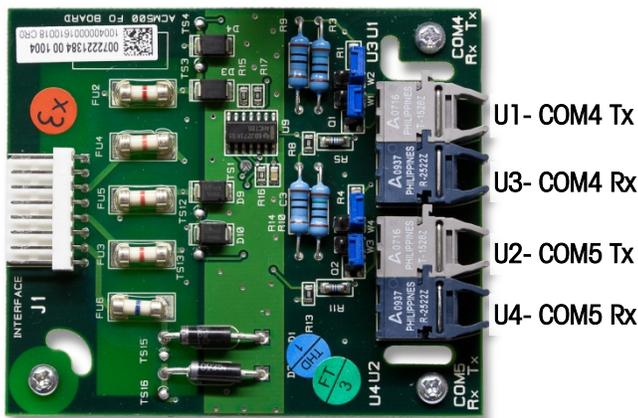
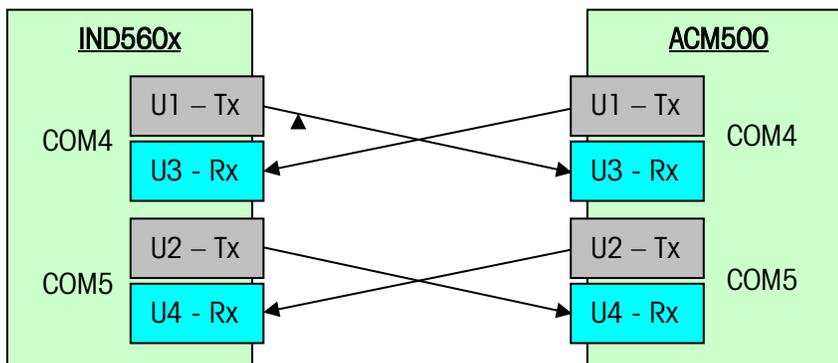

Figura 3-9: Scheda di interfaccia a fibra ottica
Figura 3-10: Diagramma di connessione cavo a fibra ottica
3. connettendo i cavi a fibra ottica alla COM4, stabilire quale dei due cavi proviene dalla porta COM4 dello IND560x. Attaccare il cavo a fibra ottica dal trasmettitore COM4 (U1) dello IND560x nel ricevitore COM4 (U3) dello ACM500 e il cavo dal ricevitore COM4 (U3) nel trasmettitore COM4 (U1) dello ACM500. Osservare la Figura 3-9 per identificare trasmettitori e ricevitori sulla scheda di interfaccia a fibra ottica dello ACM500. La Figura 3-10 mostra il cablaggio corretto fra lo IND560x e lo ACM500.
4. Installando una connessione alla COM5, stabilire quale dei due cavi a fibra ottica proviene dalla porta COM5 dello IND560x. Attaccare il cavo a fibra ottica dal trasmettitore COM5 (U2) dello IND560x nel ricevitore COM5 (U4) dello ACM500 e il cavo dal ricevitore COM5 (U4) nel trasmettitore COM5 (U2) dello ACM500. La Figura 3-10 mostra il cablaggio corretto fra lo IND560x e lo ACM500.